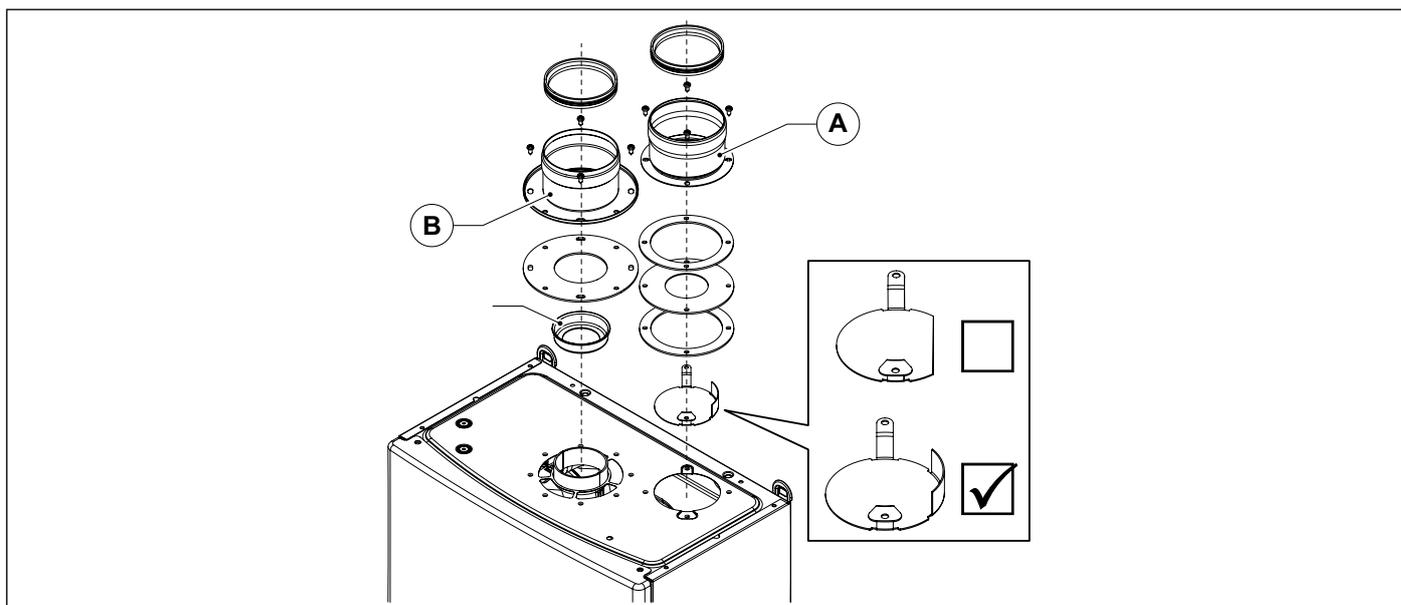

Fig. 21 Kit de dédoublement OSDOPPIA13
- Installer le déflecteur d'air standard. (voir Fig. 21 Kit de dédoublement OSDOPPIA13)
- Installer le déflecteur d'air standard. (voir Fig. 21 Kit de dédoublage OSDOPPIA13)